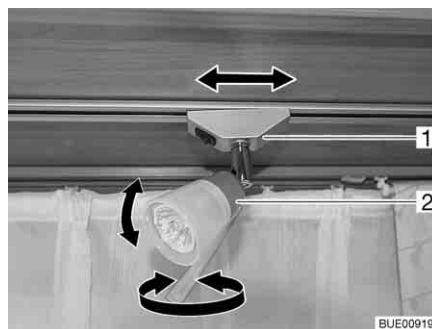

Fig. 65 Spot
*Tourner :* ■ Saisir le boîtier (Fig. 65,2) et le tourner.
*Faire coulisser :* ■ Attraper le support (Fig. 65,1) le faire pivoter d'environ 45°.
- Attraper le support (Fig. 65,1) et le faire pivoter d'environ 90°.